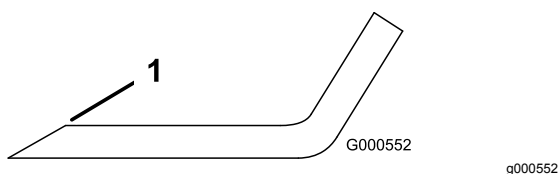

Figura 61
1. Affilate i taglienti da entrambe le estremità della lama con una lima (Figura 61).
Nota: Se la lama non è bilanciata, limate del metallo soltanto dalla costa (Figura 61).